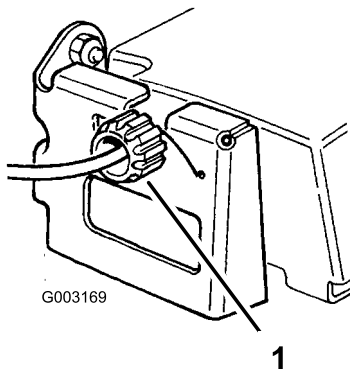

Figura 27
2. Gire el mando de control en el sentido de las agujas del reloj 1/2 vuelta si el cortacésped no avanza. Si el cortacésped avanza lentamente, gire el mando 1/2 vuelta en el sentido opuesto a las agujas del reloj para aflojar la correa (Figura 27).